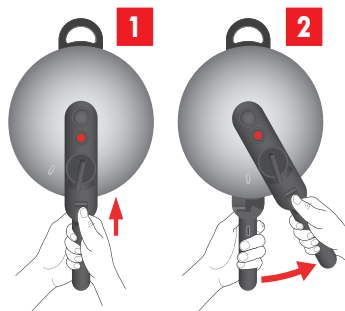

Abb. 18: Deksel openen
3. Schuif de openingsschuif in de voorste positie en draai de deksel helemaal linksom (zie afb. 18).